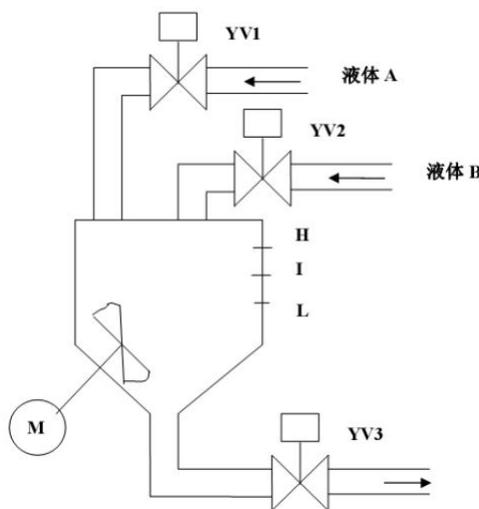

图 1
- (1) 当按下启动按钮后，阀门 A（如图 1）打开向搅拌罐内注入 A 液体，当到达低液位时，停止注入；
- (2) 3S 钟后阀门 B 打开向搅拌罐内注入 B 液体，当到达高液位时，停止注入；
- (3) 到达高液位后接着搅拌机开始运行搅拌 2 分钟。时间到达后出料阀门打开，出料 1 分钟后关闭出料阀；如未按下停止按钮，则注入 A 液体继续上述工艺流程工作；如中途按下停止只能完成进料-搅拌-出料完整的工艺后才能停止
- (4) 按下急停时，系统会终止运行！